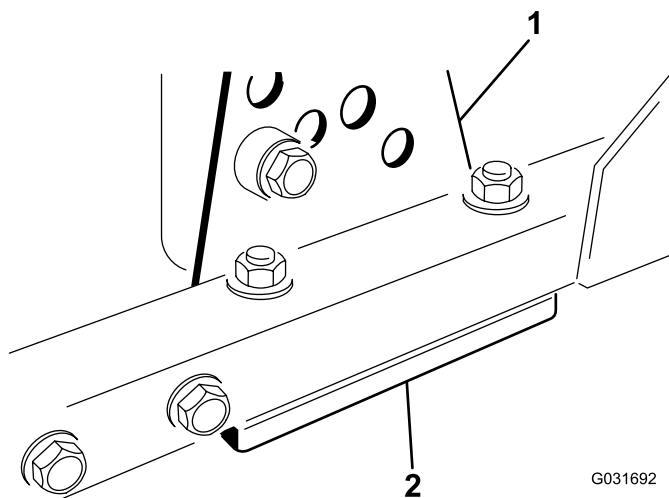

Figure 67
1. Retirez le support de hauteur de coupe (avant, gauche ou droit) du cadre du plateau de coupe (Figure 67).
2. Placez des cales de 1,5 mm et/ou une cale de 0,7 mm entre le cadre et le support du plateau pour obtenir la hauteur de coupe voulue (Figure 67).